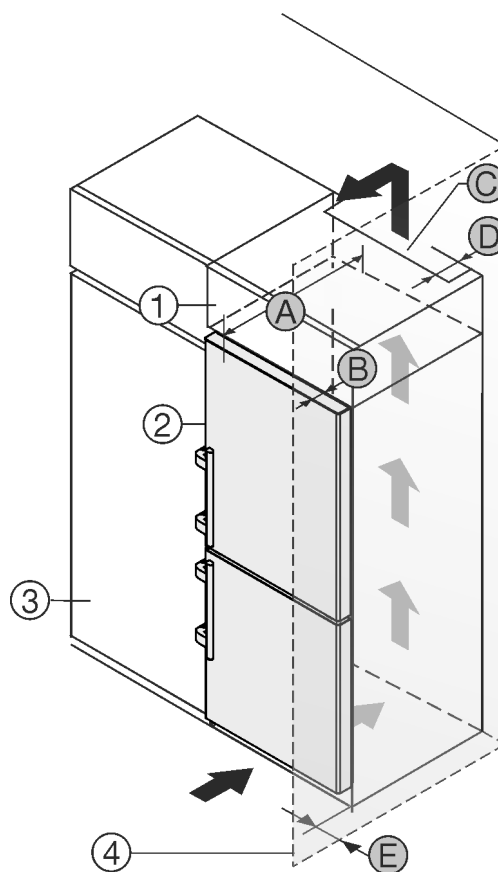

Fig. 2
- (1) Szafka nakładana *
- (2) Urządzenie *
- (3) Szafka kuchenna *
- (4) Ściana *
- (A) Głębokość urządzenia *
- (B) Głębokość drzwi *
- (C) Przekrój wentylacyjny *
- (D) Odstęp tylnej ściany urządzenia *
- (E) Odstęp od boku urządzenia *
Urządzenie można ustawić bezpośrednio obok szafki kuchennej Fig. 2 (3).*
Na tylnej ścianie szafki nasadzanej wymagany jest wywiewny kanał wentylacyjny o głębokości Fig. 2 (D) na całej szerokości szafki.*
Pod sufitem pomieszczenia należy zachować przekrój wentylacyjny Fig. 2 (C).*
Jeżeli urządzenie będzie ustawiane z zawiasami do ściany Fig. 2 (4), to pomiędzy urządzeniem i ścianą należy zachować minimalny odstęp, wynoszący 57 mm. Na taką odległość wystaje klamka przy otwartych drzwiach.*
By móc całkowicie otworzyć drzwi, urządzenie musi wystawać przynajmniej o głębokość drzwi Fig. 2 (B) za front szafki kuchennej. W zależności od głębokości szafek kuchennych Fig. 2 (3) oraz od zastosowania elementów dystansowych urządzenie może wystawać jeszcze bardziej.*